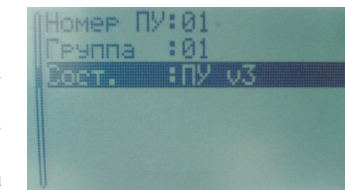

Рис.17
7.4.5. Подменю «Настроить ПУ (M0)» (рис.17) назначено для подключения ППКУП к магистрали M0, назначения шинного адреса или, что тоже самое, номера зоны, а также привязку номера зоны к номеру группы.